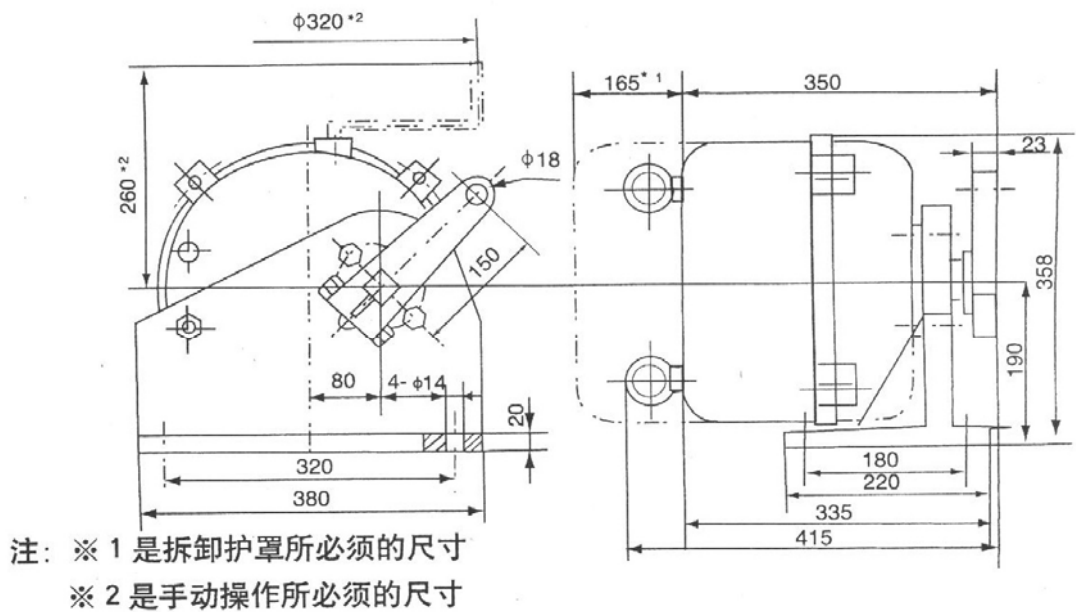
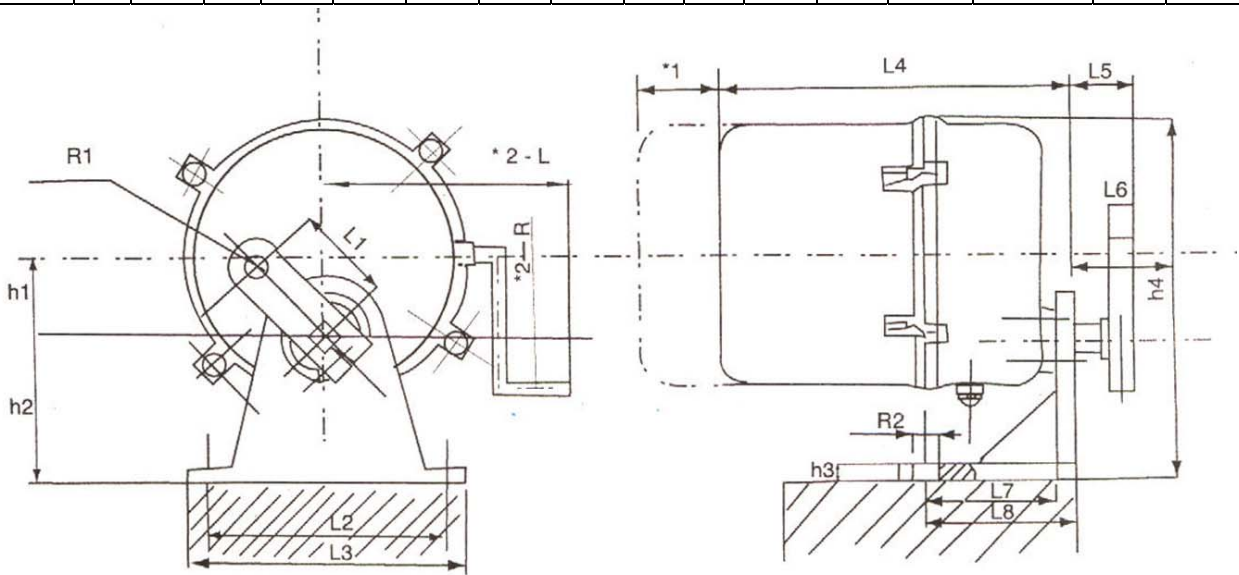

图16 381RSC型执行器安装尺寸
图15 38IRSA、38IRSB型执行器安装尺寸
8.2 底座安装曲柄联接方式尺寸见图 15、图 16 及表 7